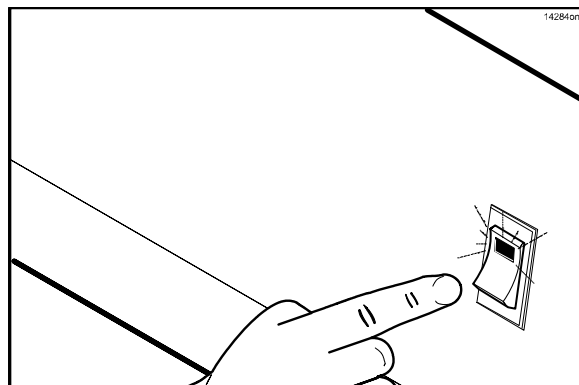

Figura 22
- Coloque a chave de bloqueio do ventilador na posição LIGADA. O controlador exibirá a mensagem "OFF" (DESLIGADO). (Veja a Figura 22.)